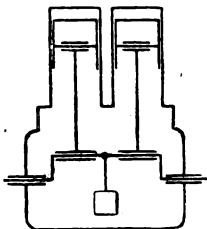

Fig. 24.
b) Nei bicilindrici a 360° (fig. 24) dal punto di vista dell'equilibrio ci troviamo esattamente nelle medesime condizioni di un monocilindrico. Le variazioni della coppia motrice sono tuttavia molto meno ampie perchè abbiamo una sola esplosione ogni giro.